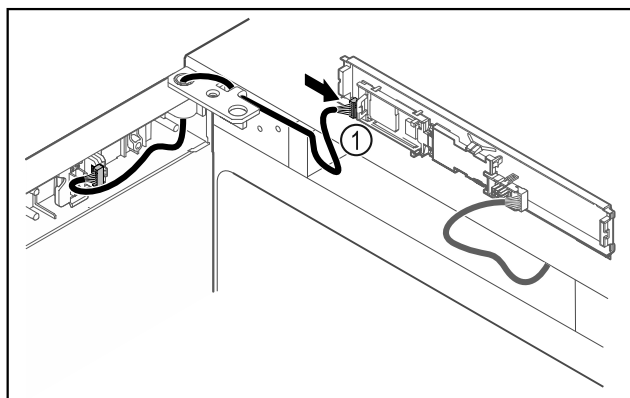

Fig. 44
- Подключите штекер Fig. 44 (1) к панели.